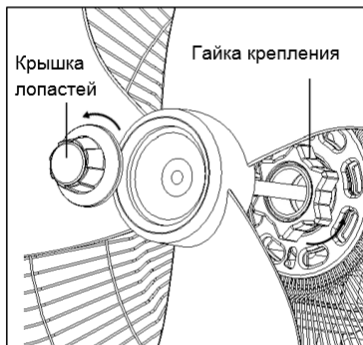

Рисунок 4
- Установите лопасти вентилятора на ось и затяните их крышкой для лопастей, повернув ее против часовой стрелки (рисунок 4)